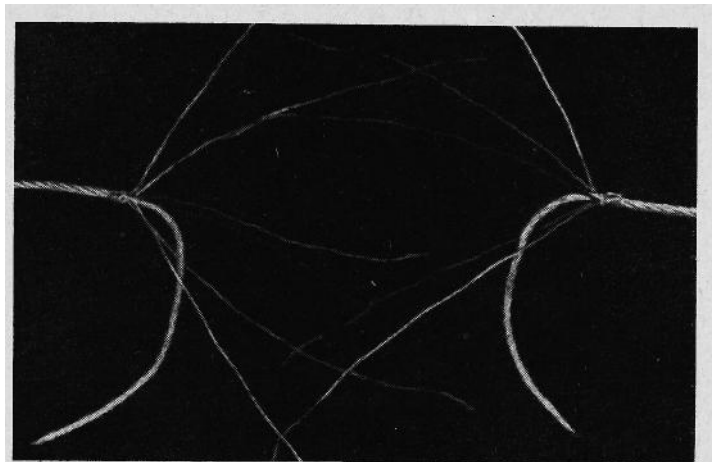

Bild 122 Aufgelöste Seilenden — Die Seelen hängen herunter
3. Auflösen der Seilenden (siehe Bild 122).